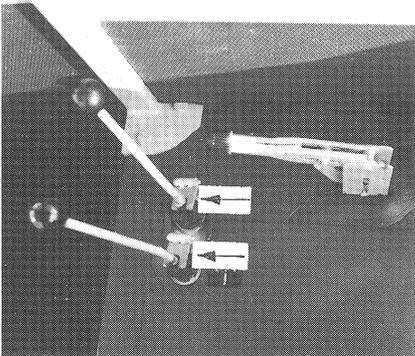

Bild 10
- Beide Bedienhebel im Fahrerstand mittels der Arretierungen blockieren (Bild 10/Pfeil).